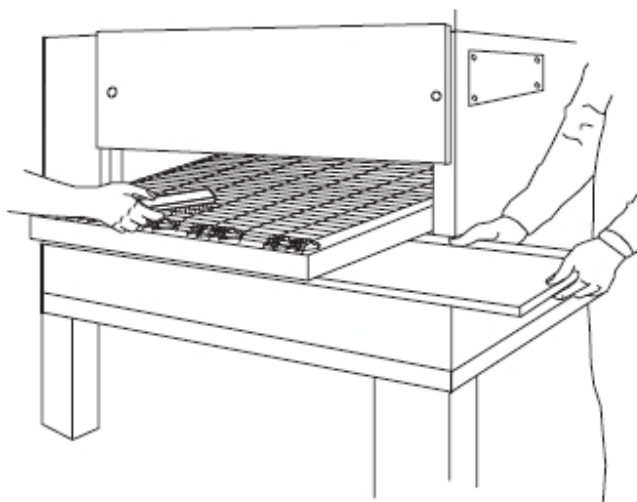

Рисунок 4-2. Чистка ремня конвейера и поддона для крошек
С. Ремень конвейера (Рисунок 4-2)
D. Поддон для крошки (Рисунок 4-2)
Когда печь холодная, выньте и почистите поддон для крошек с каждого конца печи. Каждый поддон для крошек может быть вынут путем его выдвигания, как показано на рисунке Figure 4-2. После чистки снова установите поддон для крошек.